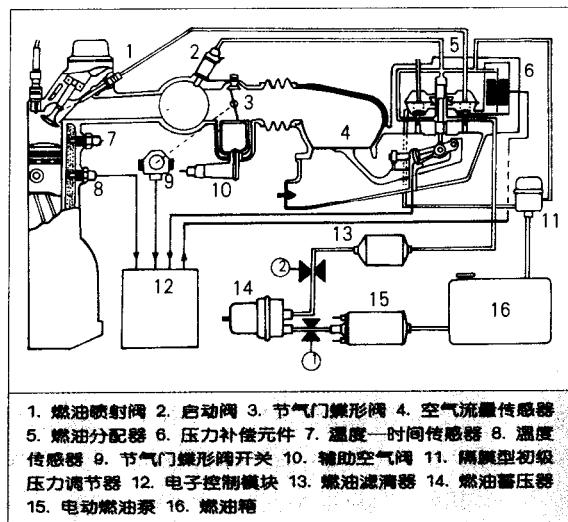

图1-1-1 KE型叶特朗尼克系统零件构成和燃油泄漏检查点
上述操作即可以确认到底是燃油泵的单向阀泄漏，还是蓄压器内部的隔膜破损，KE型叶特朗尼克系统零件构成和燃油泄漏检查点如图1-1-1所示。
在图1-1-1中①处夹上软管夹子，可以检查燃油泵的单向阀。在②处夹上软管夹子，可以检查蓄压器。